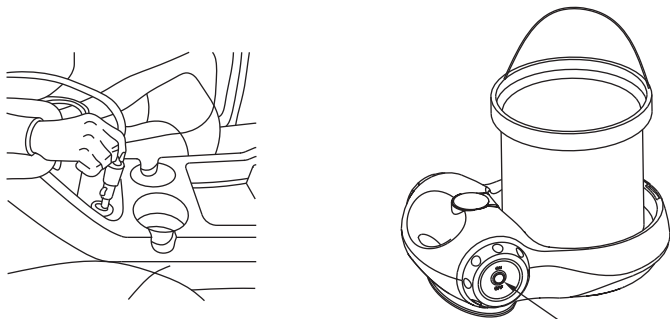

Рис.3
1. Вставьте штекер в гнездо прикуривателя автомобиля, далее переведите переключатель на мини-мойке в положение («ON» -Вкл). - (рис.3)